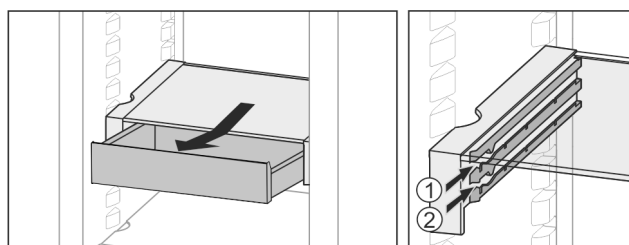

Fig. 20
- Inserire all'altezza desiderata Fig. 20 (1) o Fig. 20 (2).